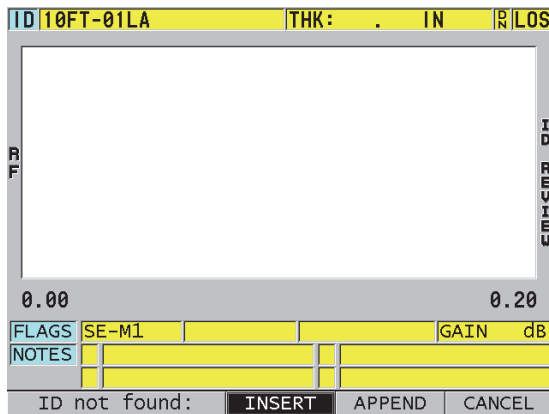

図 11-29 編集された ID がデータベースにないときのメッセージ
6. 編集された ID がデータベースにないとき、213 ページの図 11-29 に示すヘルプテキストバーメッセージが表示されます。挿入を選択して、アクティブ ID の前に新しい ID を挿入します。